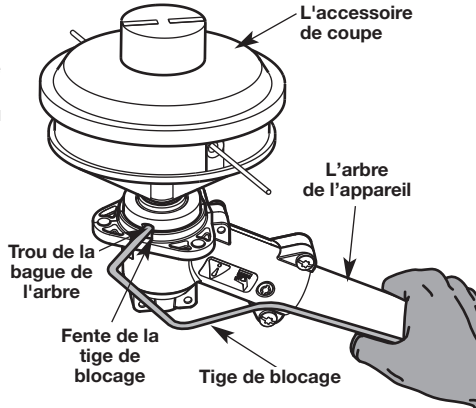

Fig. 7
- Placez l'accessoire de coupe tel qu'illustré (Fig. 7). Alignez le trou de la bague du corps de l'arbre avec l'encoche de la tige de verrouillage. Insérez la tige de verrouillage dans le trou de la bague du corps de l'arbre.
- Gardez la tige de verrouillage en place en la saisissant près du corps de l'arbre de l'appareil (Fig. 7).
- Alignez le trou de la bague de l'arbre avec la fente de la tige de blocage, puis insérez la tige dans le trou de la bague (Fig. 7).
- Maintenez la tige de blocage en place en la saisissant près du bras de l'appareil (Fig. 7).